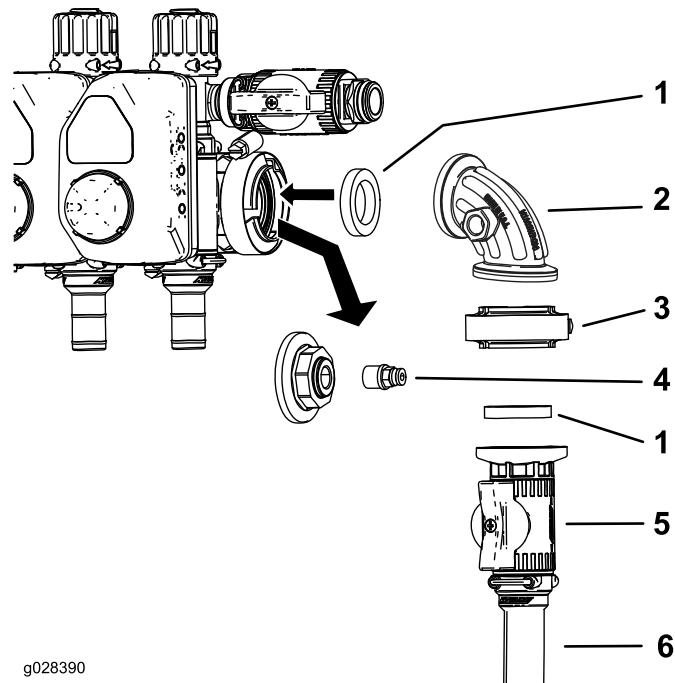
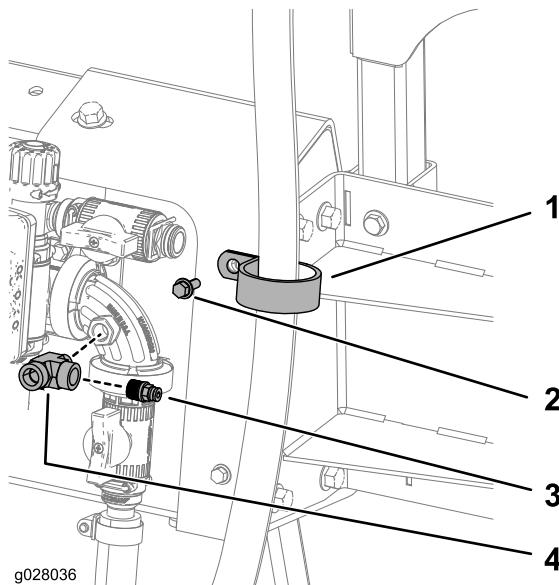

图13
图14
- 从压力表的端口处拆下软管盖和连接器 (图13)。
2. 安装控制阀总成，如图13 中所示。
- 将连接器装入 90 度弯头上的开口端 (图13 和 图14)。
- 使用软管夹将软管卷供水软管连接至控制阀 (图13)。
- 使用 R 形软管夹、1 个螺栓 (1/4~20 x 3/4 英寸) 和 1 个螺母 (1/4~20 英寸) 将软管 (1.8m) 固定到上支架，如图14 中所示。
- 在 T 形弯头的螺纹上缠上聚四氟乙烯生料带，并将 T 形弯头连接至控制阀 (图14)。
- 在连接器的螺纹上缠上聚四氟乙烯生料带，并将连接器连接至 T 形弯头 (图14)。